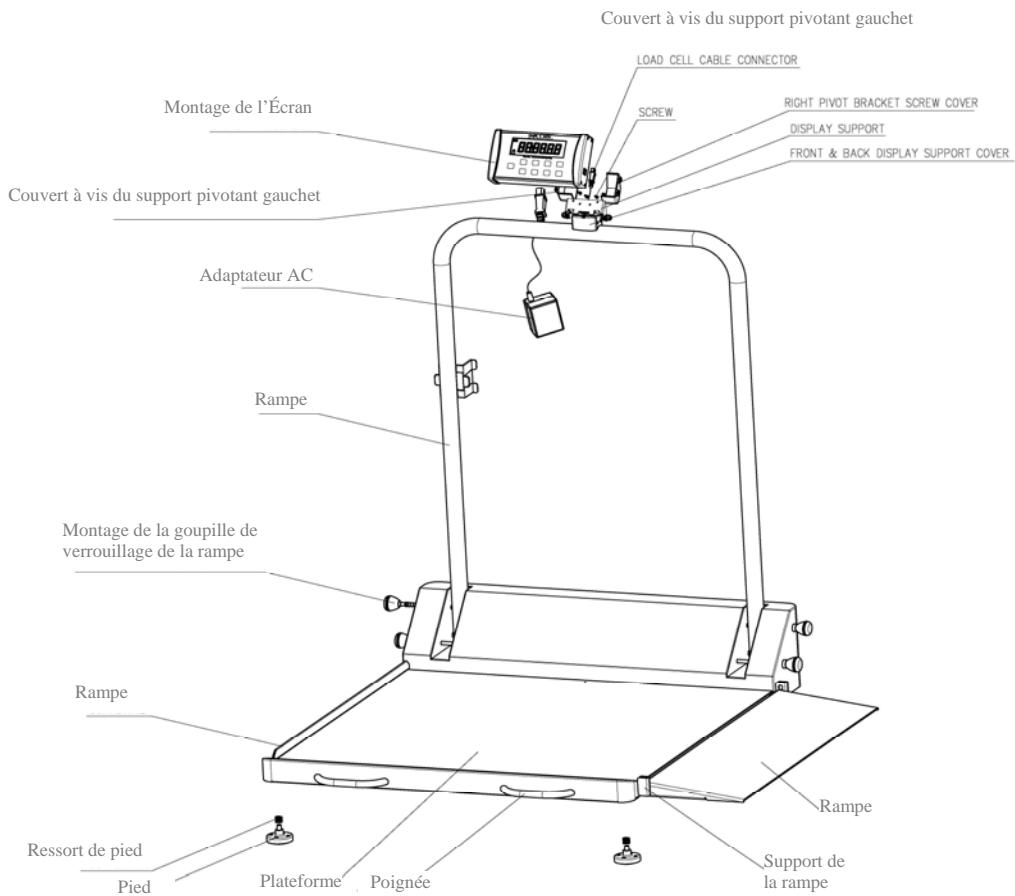

Figure 8
3. Faites passer les (4) pieds sous la plateforme de la balance (voir Figure 8). Chacun des pieds devrait intialement être complètement serré à main. Faites reculer les pieds de 1-1/2 tours complets. Ceci permettrait un bon fonctionnement des cellules de charge et la précision de la balance.
2. Déserrez les quatre broches de verrouillage de la rampe en tournant les broches de verrouillage en sens antihoraire (voir Figure 8).